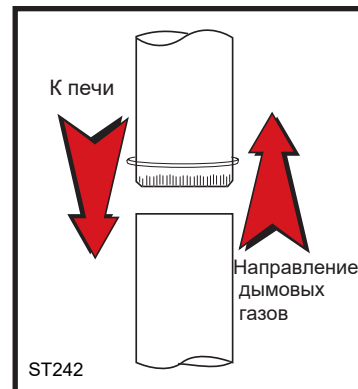

Рис. 5 Соединение дымохода
- Начните сборку от ворота дымохода печи. Вставьте первый обжатый конец в ворот дымохода, продолжая так, чтобы обжатый конец каждой трубы указывал в сторону печи (рис. 5). Ориентируясь по отверстиям ворота дымохода, просверлите 3мм отверстия внизу первой секции соединительной трубы и прикрепите ее к вороту дымохода тремя винтами для листового металла #10x1/2". Снимите варочную поверхность и накройте поверхность между ее отверстием и воротом дымохода для защиты во время сверления.
- Закрепите соединения труб дымохода, включая телескопические, с помощью не менее трех (3) винтов для листового металла. Просверленные ранее отверстия вверху каждой соединительной секции дымохода служат ориентирами, когда вы